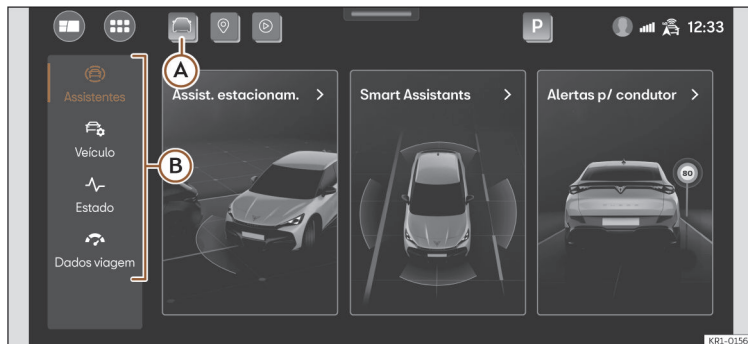

Fig. 11 Representação esquemática: Assistentes e ajustes do veículo.
Pressionando >>> **Fig. 11** (A), ou, no menu principal **Veículo**, abre-se o menu dos assistentes e ajustes do veículo. Em seguida, pressionando um dos menus situados na zona esquerda (B), no ecrã mostra-se o menu de ajustes ou de assistentes selecionado.